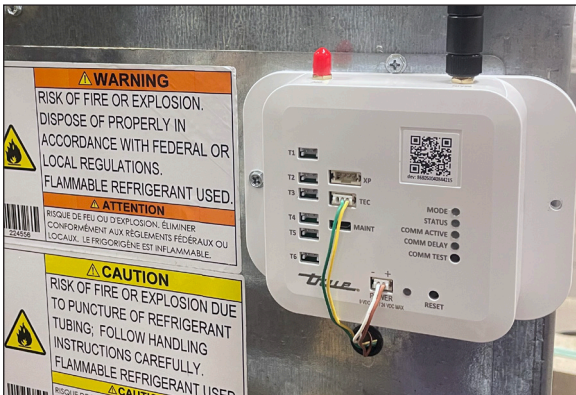

Fig. 2 Cablaggio del cavo connesso al modem. Verde/giallo a TEC; Marrone/Bianco a POWER.
2. Tirare fuori abbastanza cavo attraverso la boccola per connetterlo alle porte del modem. Si veda la Fig. 2.